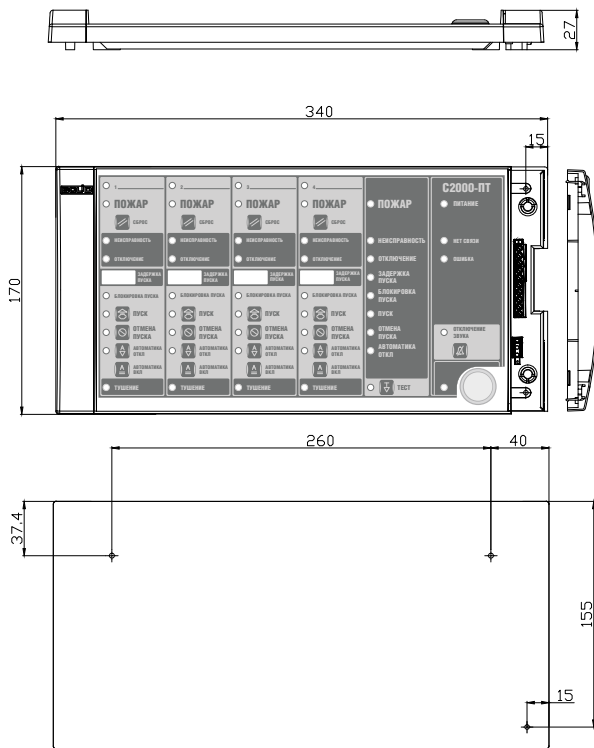

Рисунок 1. Внешний вид, габаритные и установочные размеры блока «С2000-ПТ»
1.1.9 Внешний вид блока представлен на рис. 1.
2.1.4 Наметьте на стене места для 3 установочных отверстий в соответствии с рис. 1.
2.1.7 Навесьте блок на 2 шурупа. Вкрутите шуруп в крепежное отверстие (см. рис.1) и зафиксируйте блок на стене.